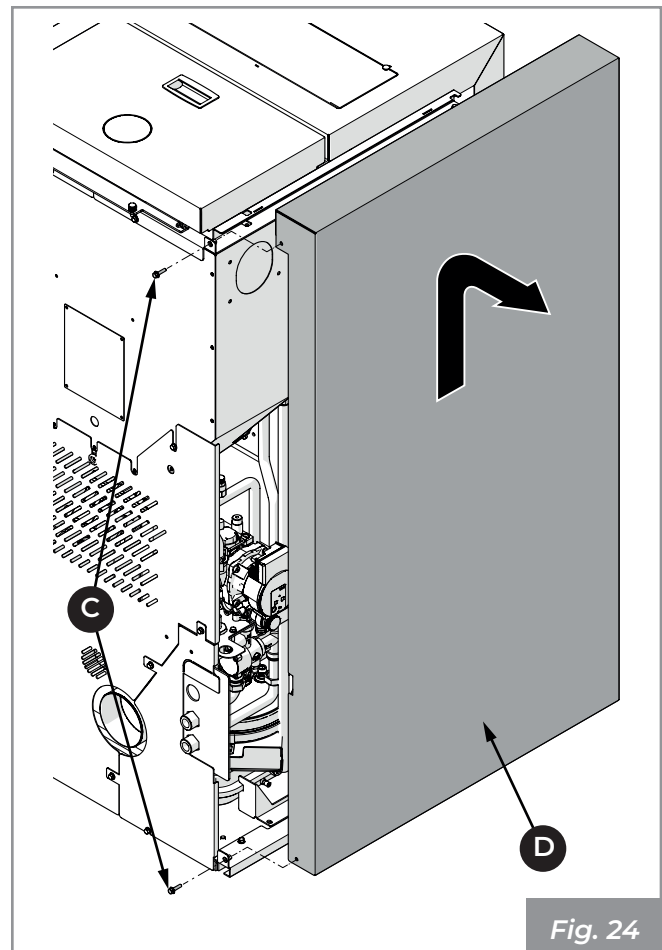

Fig. 24
Desenroscar los dos tornillos traseros (C) y levantar el lado izquierdo (D) para liberar los ganchos de fijación (Fig. 24).